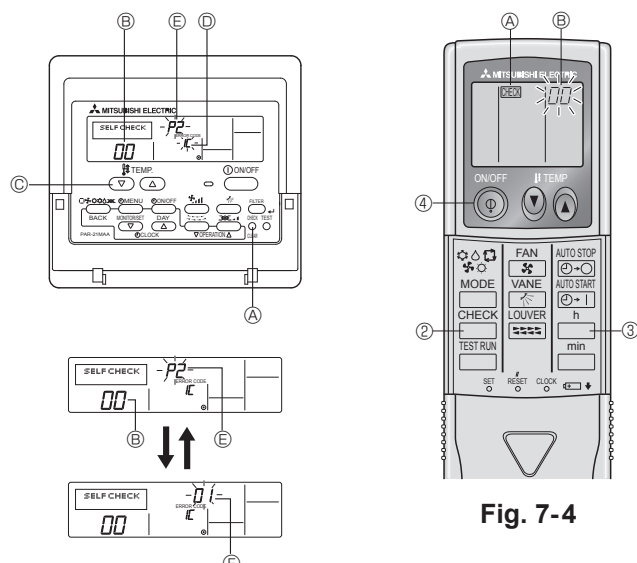

Fig. 7-3
7.3.1. För ledningsdragen fjärrkontroll (Fig. 7-3)
- ① Slå på strömmen.
- ② Tryck på knappen [CHECK] (Test) två gånger.
- ③ Ställ in kylmedelsadressen med knappen [TEMP] om systemstyrning används.
- ④ Tryck på knappen [ON/OFF] (På/Av) för att stoppa självtesten.